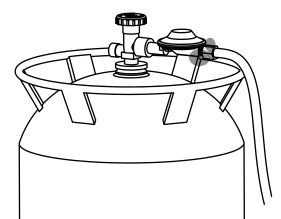

Figure 9
- O regulador e a mangueira (ver Figure 9)